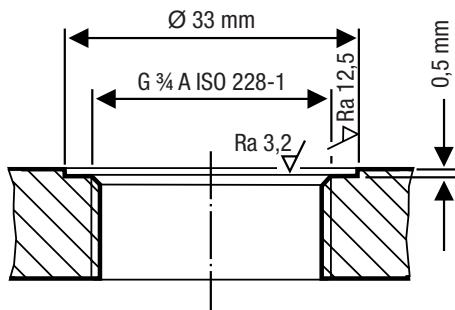

Fig. 6
- Achten Sie auf eine einwandfreie technische Bearbeitung der Dichtflächen des jeweiligen Behältergewindestutzens oder des Flanschdeckels, siehe Fig. 6.
Die Dichtflächen müssen gemäß Fig. 6 technisch einwandfrei bearbeitet sein.